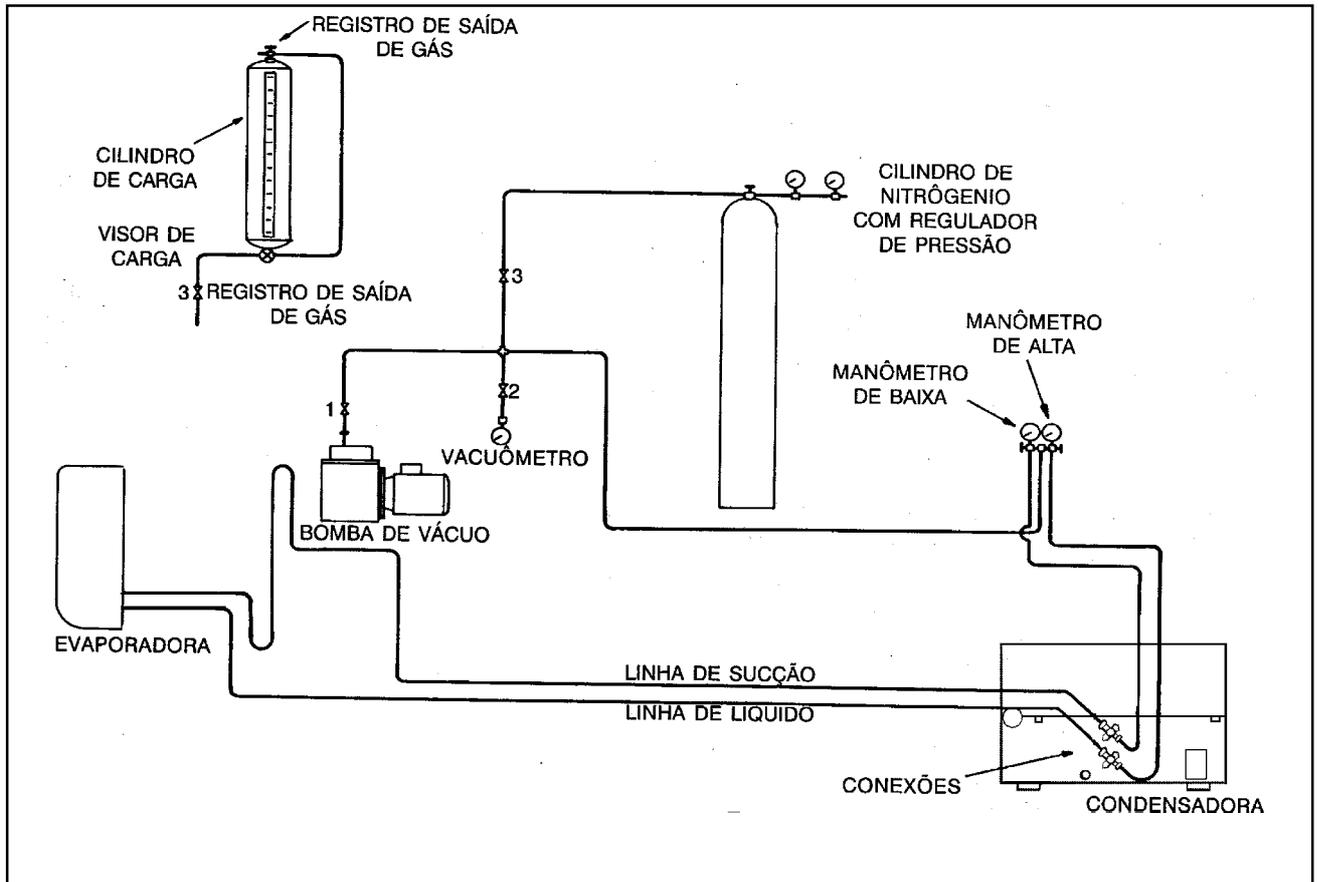

FIGURA 24
Ligue a bomba de vácuo e faça o vácuo na bomba (registro 1 fechado - figura 24).
1. Ligue a bomba de vácuo, abrindo após o registro 1 (figura 24). Posteriormente, isole a bomba de vácuo e abra o registro.
Após ter evacuado o sistema adequadamente, feche os registros do manifold e isole a bomba de vácuo, o vacuômetro e o cilindro de Nitrogênio. Para fazer a carga de refrigerante, substitua o cilindro de Nitrogênio mostrado na figura 24 por um cilindro de refrigerante. Purgue a mangueira que liga o cilindro à válvula de serviço. Abra a válvula de serviço que dá acesso ao cilindro do refrigerante e após o registro de alta do manifold. Para carregar adequadamente o sistema, verifique nas etiquetas de identificação das unidades a quantidade de refrigerante que deve ser adicionada ao sistema (veja capítulo 6.4 deste manual).